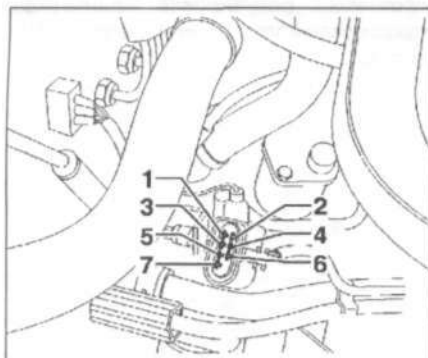

Рис. 6.90. Проверьте провод между тестером и разъемом на разрыв цепи.
- проверьте провод между тестером и разъемом на разрыв цепи: контакт 4 + гнездо 63, контакт 7 + гнездо 33 (рис. 6.90). **Заданное значение:** 1.5 Ом;